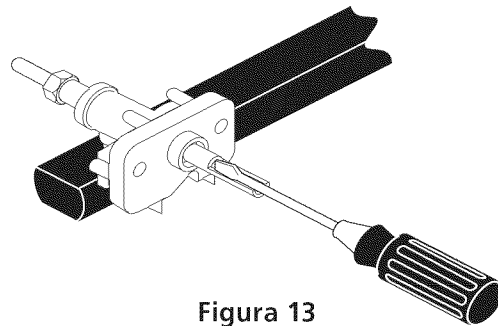

Figura 13
2. El quemador se deberá encender en cuatro (4) segundos para un funcionamiento normal, después de que el aire haya sido purgado de la tubería de suministro de gas. Controle visualmente que el quemador se haya encendido.
11.4 Ajuste de la Posición LOW (BAJA) Para la Válvula del Quemador Superior (Figura 13)